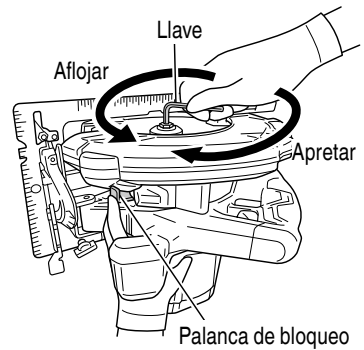
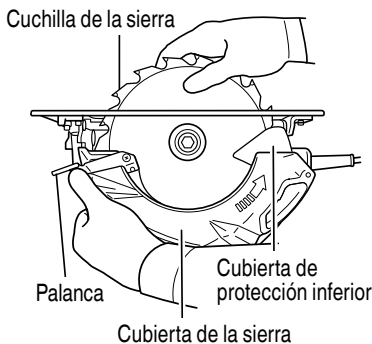

Fig. 14
Fig. 15
- (1) Ajuste el volumen de corte al máximo, y coloque la sierra circular como se muestra en la Fig.14.
- (2) Presione la palanca de bloqueo, bloquee el husillo y quite el perno de brida hexagonal y la arandela (B) con la llave de barra hexagonal.
- (3) Mientras sujeta la palanca para mantener la cubierta de protección inferior completamente retractada dentro de la cubierta de la cuchilla, retire la cuchilla de la sierra. (Fig.15)